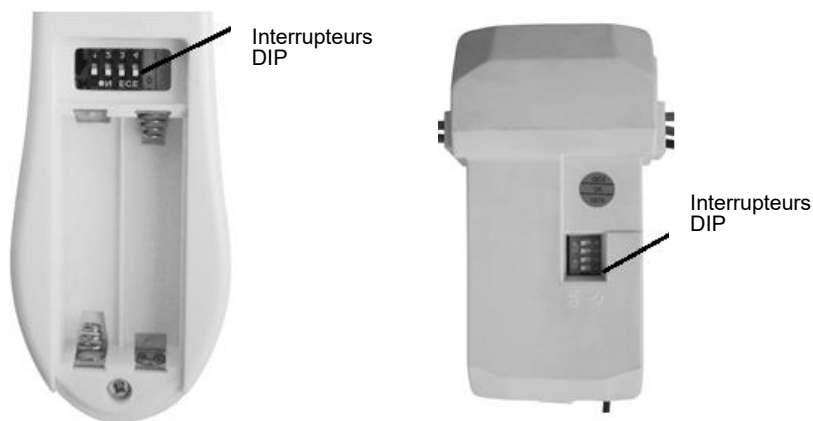

Fig. 11 Compartiment des piles de la télécommande
- La télécommande fonctionne avec 2 piles de type AAA 1,5 V. Ôtez le couvercle du compartiment des piles situé au dos de la télécommande, et insérez 2 piles AAA. Assurez-vous que les polarités correspondent à celles indiquées dans le compartiment des piles. (Fig. 11) (Piles non fournies.)